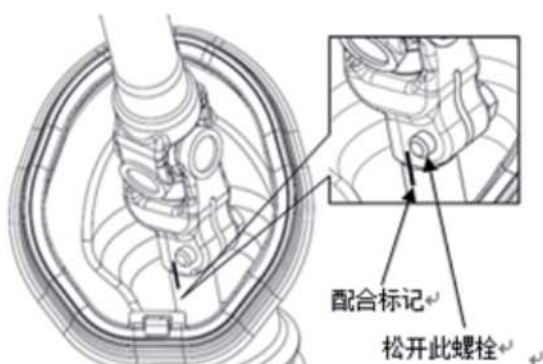

图 4-19
(1) 脱开中间轴与转向器输入轴连接点
- ① 在万向节叉和加长轴上做配合标记, 如图 4-19 所示。
- ② 松开螺栓, 拔出中间轴。